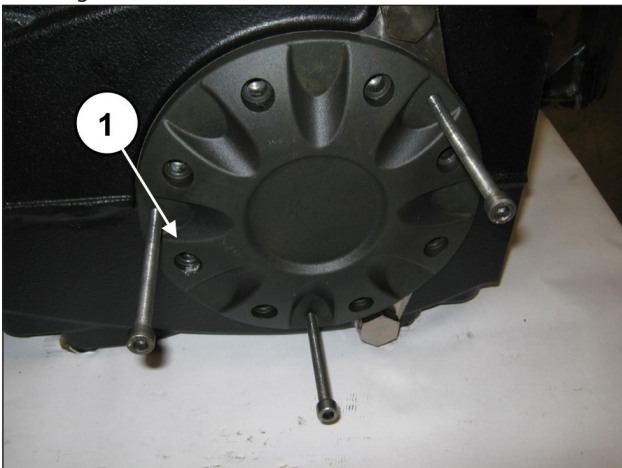

Abb. 28
Setzen Sie 3 Stiftschrauben oder Gewindeschrauben M8 (Pos. ①, Abb. 28) als Abzieher in die entsprechenden Bohrungen ein.